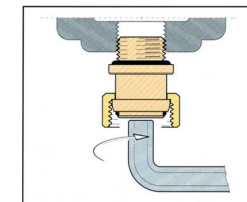

Рисунок 1. Монтаж патрубка полусгона вентилля к прибору отопления.
- При монтаже вентилля к отопительному прибору присоединяется первым патрубок (хвостовик) полусгона (см. рис. 1). Перед монтажом необходимо удостовериться в наличии и целостности уплотнительного кольца. Монтаж должен производиться с помощью специальной сгонной ключа. Накидную гайку полусгона после затяжки вручную следует повернуть ключом не более чем на 1/2 оборота.